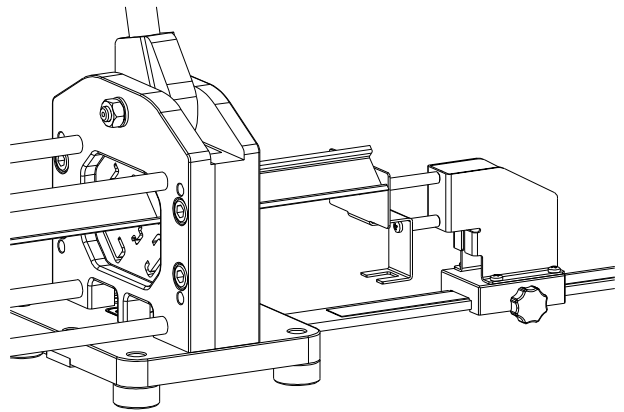

Fig. 8
- empujar el perfil contra el tope del dispositivo de ajuste (Fig. 8)